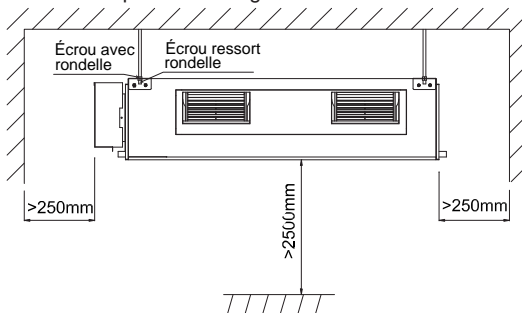

Fig.2
- (1). Installez l'unité sur une surface assez solide pour supporter le poids de l'unité.
- (2). L'entrée et la sortie d'air de l'unité ne doivent jamais être bloquées, afin de permettre à l'air d'atteindre chaque coin de la pièce.
- (3). Veillez à laisser suffisamment d'espace autour de l'unité pour les opérations de maintenance, comme indiqué dans la Fig.2.